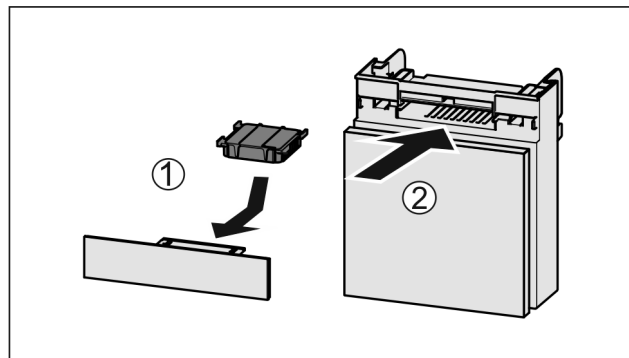

Fig. 135
- Wkładać Fig. 135 (1) filtr z węglem aktywnym zgodnie z ilustracją.
- Wsunąć komorę Fig. 135 (2).